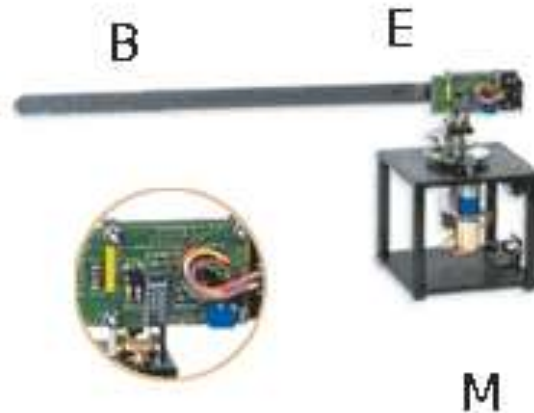
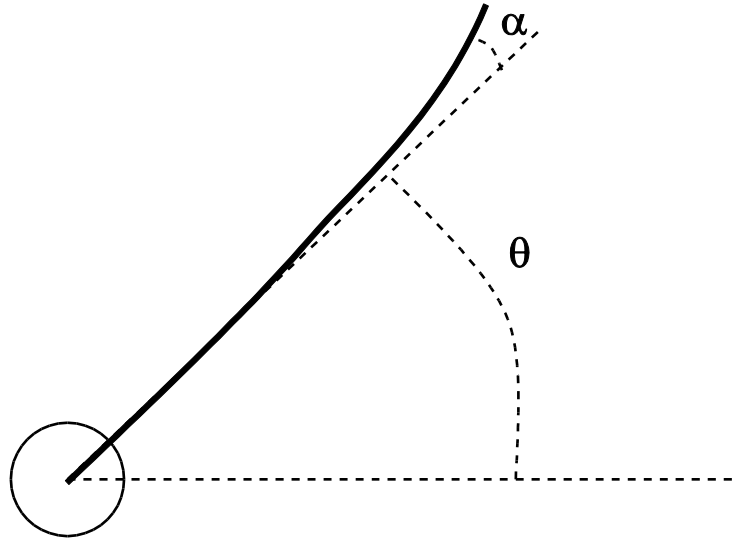

Fig. 1 – Fotografia do braço flexível a controlar.
Fig. 2 – Vista esquemática em planta da barra flexível.
O sistema a controlar, que se mostra na fig. 1, consiste numa barra flexível (B na fig. 1) que se pretende posicionar actuando num motor (M) que a permite rodar. Esta barra simula uma junta de um braço robot flexível.
O ângulo total de deflexão da ponta da barra é aproximadamente igual à soma destes dois ângulos (ver a fig. 2). O ângulo α é medido com um extensómetro¹ (E na fig. 1), colado na barra. O ângulo θ é medido com um